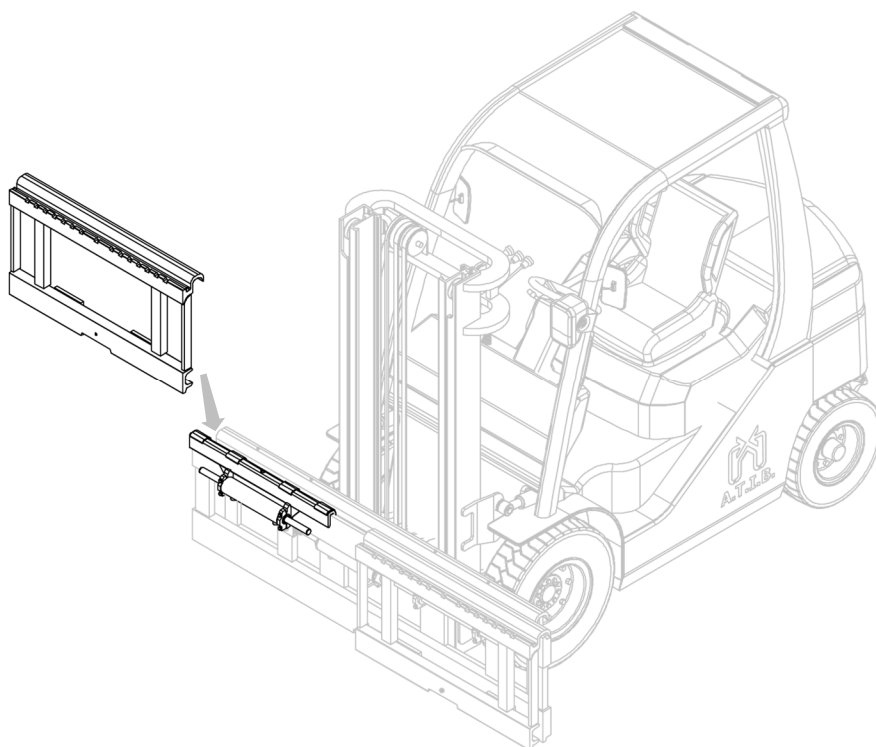

Figure 9
5. Avec un pont roulant ou un palan d'une portée suffisante, positionner l'équipement sur le double crochet, en prenant soin de le positionner correctement (voir Figure 9).